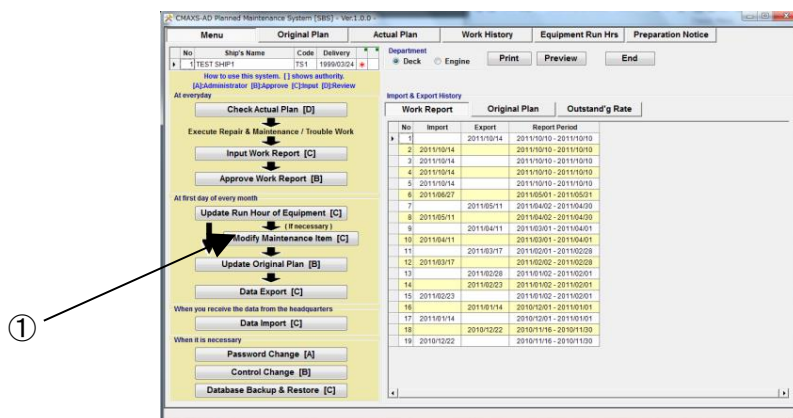

図 10-1 Menu 画面
- (1) “Menu”画面(図 10-1)内、[Modify Maintenance Item Data]ボタンをクリックしてください。